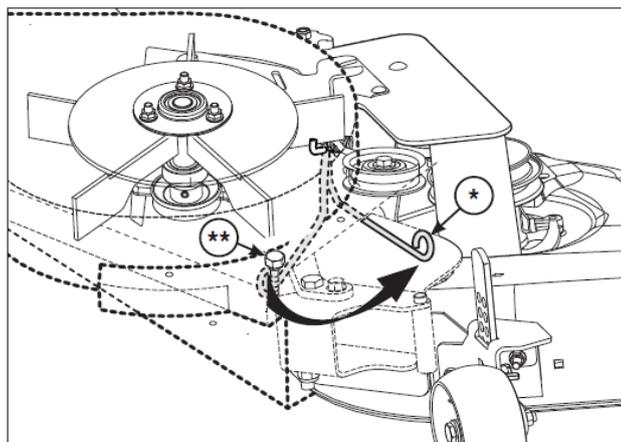

図 22
2. テンションベルトレバー(図 22 の*)をボルト (***)から外してください。